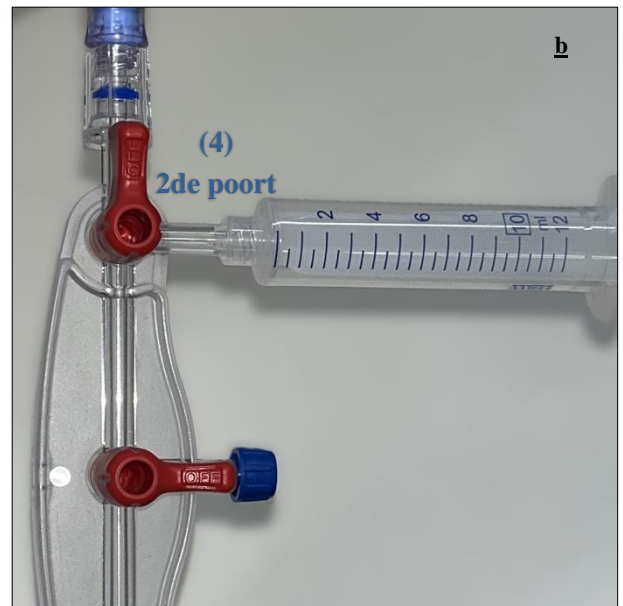

Fig. 28. Aansluiten van een steriele spuit op de tweede poort van het kranenblok (4) via luer-verbinding voor elutie.
- b) Sluit een steriele spuit met een luer-verbinding aan op de tweede poort van het kranenblok (4).
- (Zie Fig. 28.)